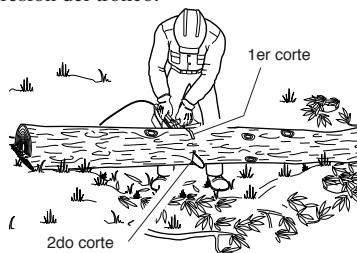

Figura 16 - Trozado del tronco apoyado sobre ambos extremos
- Haga el primer corte del lado superior del tronco (vea la Figura 16). Atraviese  $\frac{1}{3}$  del diámetro del tronco. Este corte impedirá la producción de astillas en esta sección al completarse el corte.